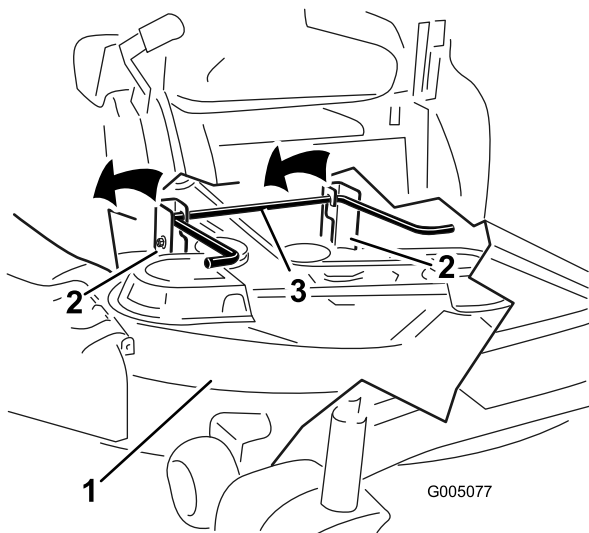

Figure 56
5. Soulevez et déposez le tablier de coupe et les supports de la tige de levage arrière et abaissez le tablier au sol avec précaution (Figure 56).
5. Soulevez l'arrière du tablier de coupe et guidez les supports sur la tige de levage arrière (Figure 56).